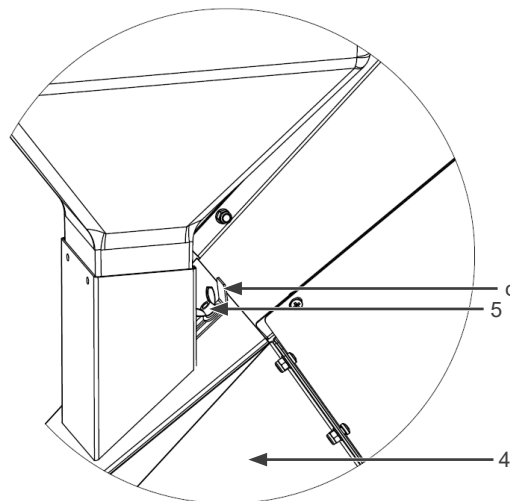

Figura 8.5: Imagem ilustrativa da regulagem da borboleta
- Ainda com as peneiras de 3 mm e 5 mm, utilize o funil de grãos (1), apoiado sobre o Funil de verde (2). Já para peneira 12 mm (Rolão), deve-se inserir o a espiga pela entrada do funil de verde (2), controlando a quantidade de material para não sobrecarregar o motor.
- Ao usar peneiras 3mm e 5mm, coloque o produto seco no funil dos grãos (1).
- Solte a borboleta (5) localizada na parte superior do funil do verde (4), e faça a regulagem da abertura da tampa de fechamento da saída do grão (c) puxando ou empurrando conforme a necessidade de saída dos grãos. Após a regulagem aperte a borboleta (5) conforme Figura 8.5 na página 36.